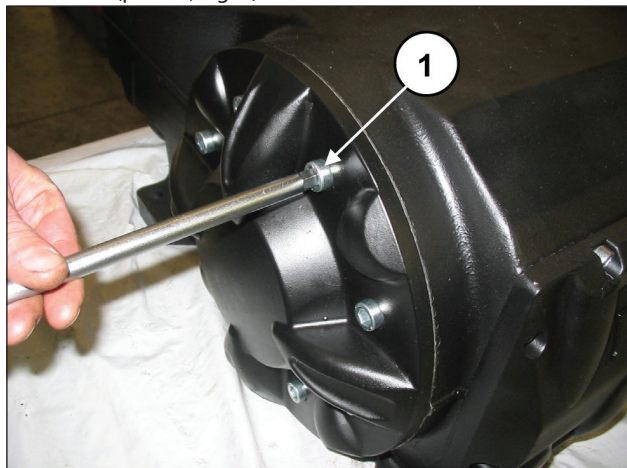

Fig. 4
Dalla parte opposta svitare le viti di fissaggio coperchio cuscinetto (pos. ①, Fig. 4) e rimuoverlo.